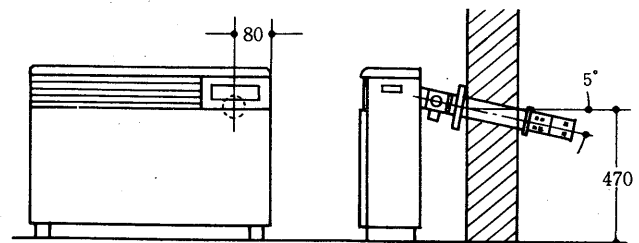

図3
- (II) 直接背面排気の場合は，図3のような位置に壁穴を計画します。